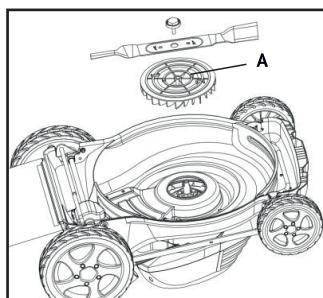

Рис. 7
**Ни при каких обстоятельствах не снимайте крыльчатку (A, рис. 7)!**